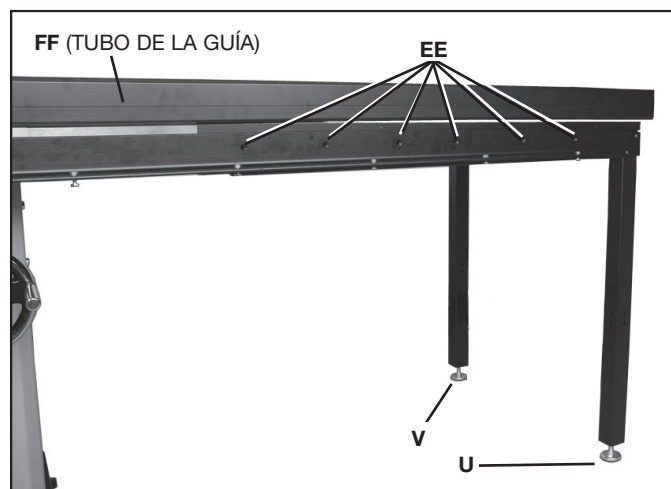
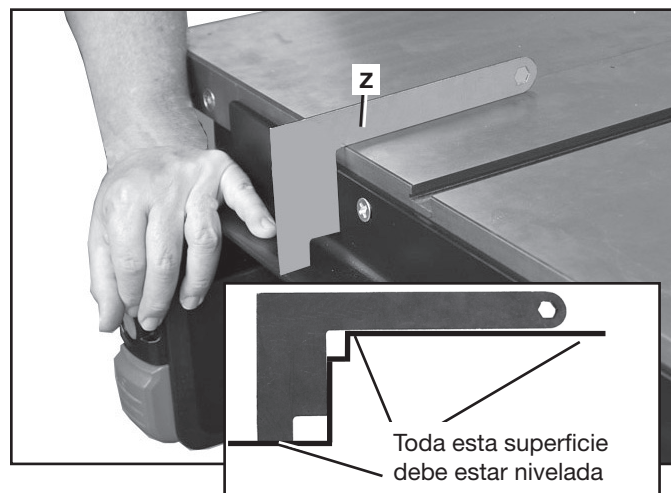

FIG. 13
FIG. 14
1. Posicione la pata niveladora (U), Fig. 13, en la parte frontal de la sierra hasta que los orificios (no están visibles) de la mesa de extensión estén alineados con los orificios (EE) del riel frontal. (**NOTA:** En la Fig. 14, se muestra la versión de 1,3 m [52 pulgadas]).
NOTA: Coloque el tubo de la guía (FF) a lo ancho del banco de la sierra y sobre la mesa de extensión, como se muestra en la Fig. 13. Si queda un espacio (como se muestra), debe ajustarse la pata niveladora (DD) para levantar más la mesa.
2. Inserte un tornillo de cabeza plana de 1/4-20 x 19 mm (3/4 pulgada) en uno de los orificios (EE), Fig. 13, del riel frontal. Coloque una tuerca de brida dentada de 1/4-20 en el tornillo desde la parte inferior de la mesa de extensión.
3. Repita este procedimiento para el resto de los orificios (EE) Fig. 13 del riel frontal.
4. Con la plantilla (Z), Fig. 14, controle la posición del riel del lado izquierdo del banco, como se muestra, y luego del lado derecho. Vuelva a controlar ambos lados luego de ajustar los tornillos. El calibrador debe estar apoyado por completo en el banco y tocar apenas la superficie del riel. Consulte el recuadro en la Fig. 14.